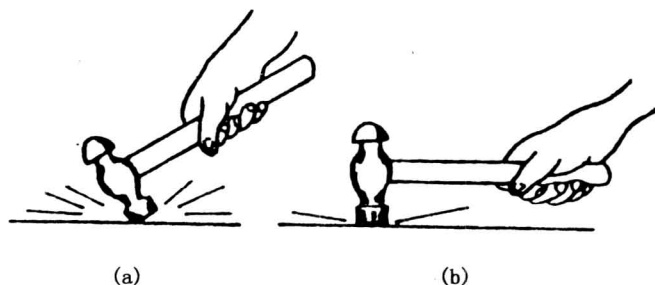

图 1-9 锤子的使用方法
(4)锤击时,手要适度握紧锤柄后端,将锤子举起,眼睛注视锤击工件,靠手腕的力使锤子快速下移,锤面应与工件被锤击面平行,这样锤击才有力(图 1-9)。